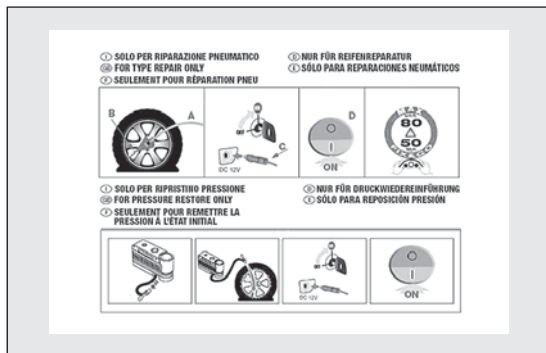

РИС. 103
- информационным листком (см. РИС. 103), который служит для правильного применения набора срочного ремонта и в дальнейшем вручается персоналу, который будет заниматься ремонтом шины;